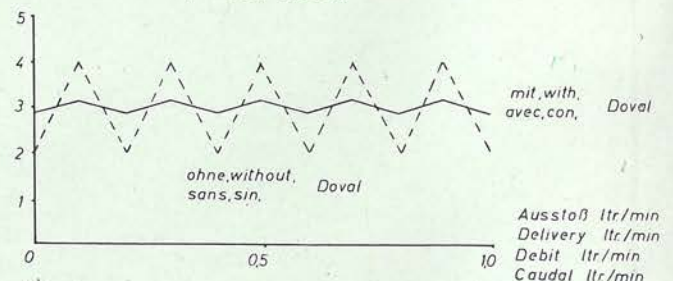

Abb. 3
2. **Handbetätigte Rückenspritzen mit Kolben- oder Membranpumpen** haben eine einfach wirkende Pumpe mit Windkessel zum Druckausgleich. Trotzdem schwankt der Druck an der Spritzdüse je nach Pumpenleistung und Düsengröße häufig im Bereich von mehreren bar. Mit dem DOVAL wird dieser häufig stark schwankende Druck auf einen annähernd gleichbleibenden stufenlos einstellbaren Wert begrenzt (z. B. 1,5 bar zur Unkrautspritzung mit Teejet-Flachstrahl Düsen). (Siehe Abb. 3).